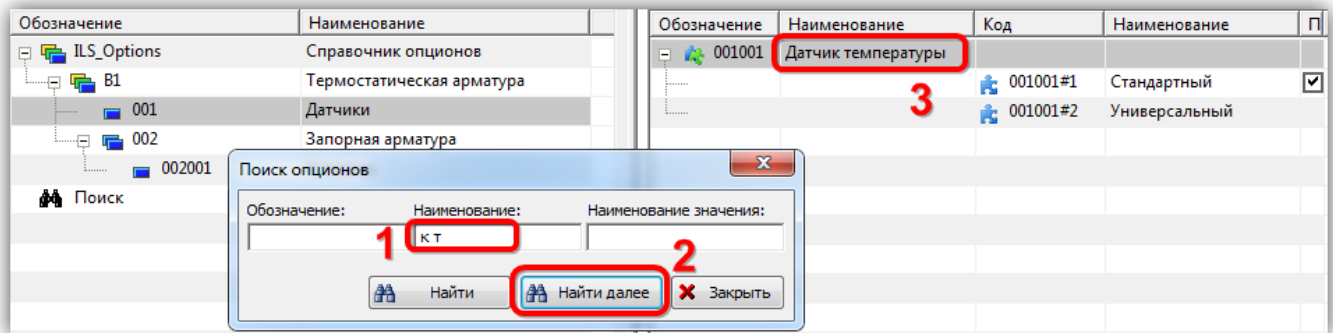

Рис. 10-153 – Результат поиска опциона по его наименованию
1) На панели инструментов правой части окна редактора опционов нажать кнопку «Поиск». После этого откроется диалоговое окно «Поиск опционов» (рис. 10-153).